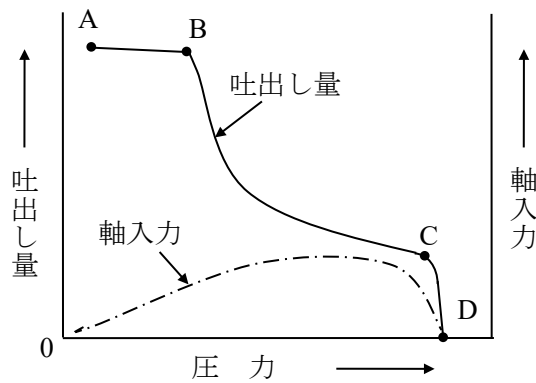

図 4 圧力-吐出し量特性
(図 4 において A~B の範囲です。)
吐出し圧力の上昇につれて、絞り弁の開度が徐々に小さくなり、これに伴って吐出し量が減少します。(図 4 において B~C の範囲です。)
ばね①の設定荷重を増減させることにより、図 4 の圧力-吐出し量特性を変化させることができます。馬力調整ねじにより、B 点を任意に制御することができます。(当社出荷時に馬力特性に合わせて調整済みです。)